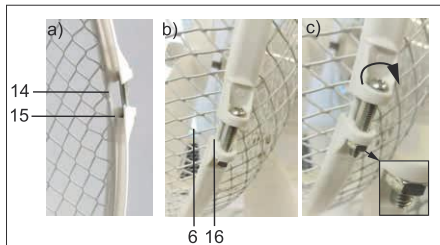

Fig.53: Montaje de la rejilla de protección delantera
9. Una los extremos de la cinta de fijación (7).
10. Introduzca el tornillo de cabeza cilíndrica con ranura en cruz (8 a) por los dos orificios (15) y fijelo con la tuerca roscada (8 b).
11. Coloque el aro que acaba de formar sobre el borde de la rejilla de protección trasera (14).
*El borde de la rejilla debe quedar insertado en la ranura trasera (15) de la cinta de fijación. Fig. 53 a).*
12. Coloque la ranura de protección delantera (6) en la ranura delantera (16) de la cinta de fijación, fig. 53 b).
13. Continúe apretando en sentido horario el tornillo con ranura en cruz del aro de fijación con un destornillador adecuado. Fig. 53 c).